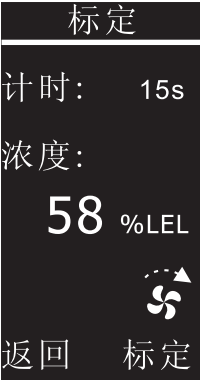

图19
- b. 进入标定功能，气泵自动启动，显示屏显示当前浓度和计时，如图19所示。